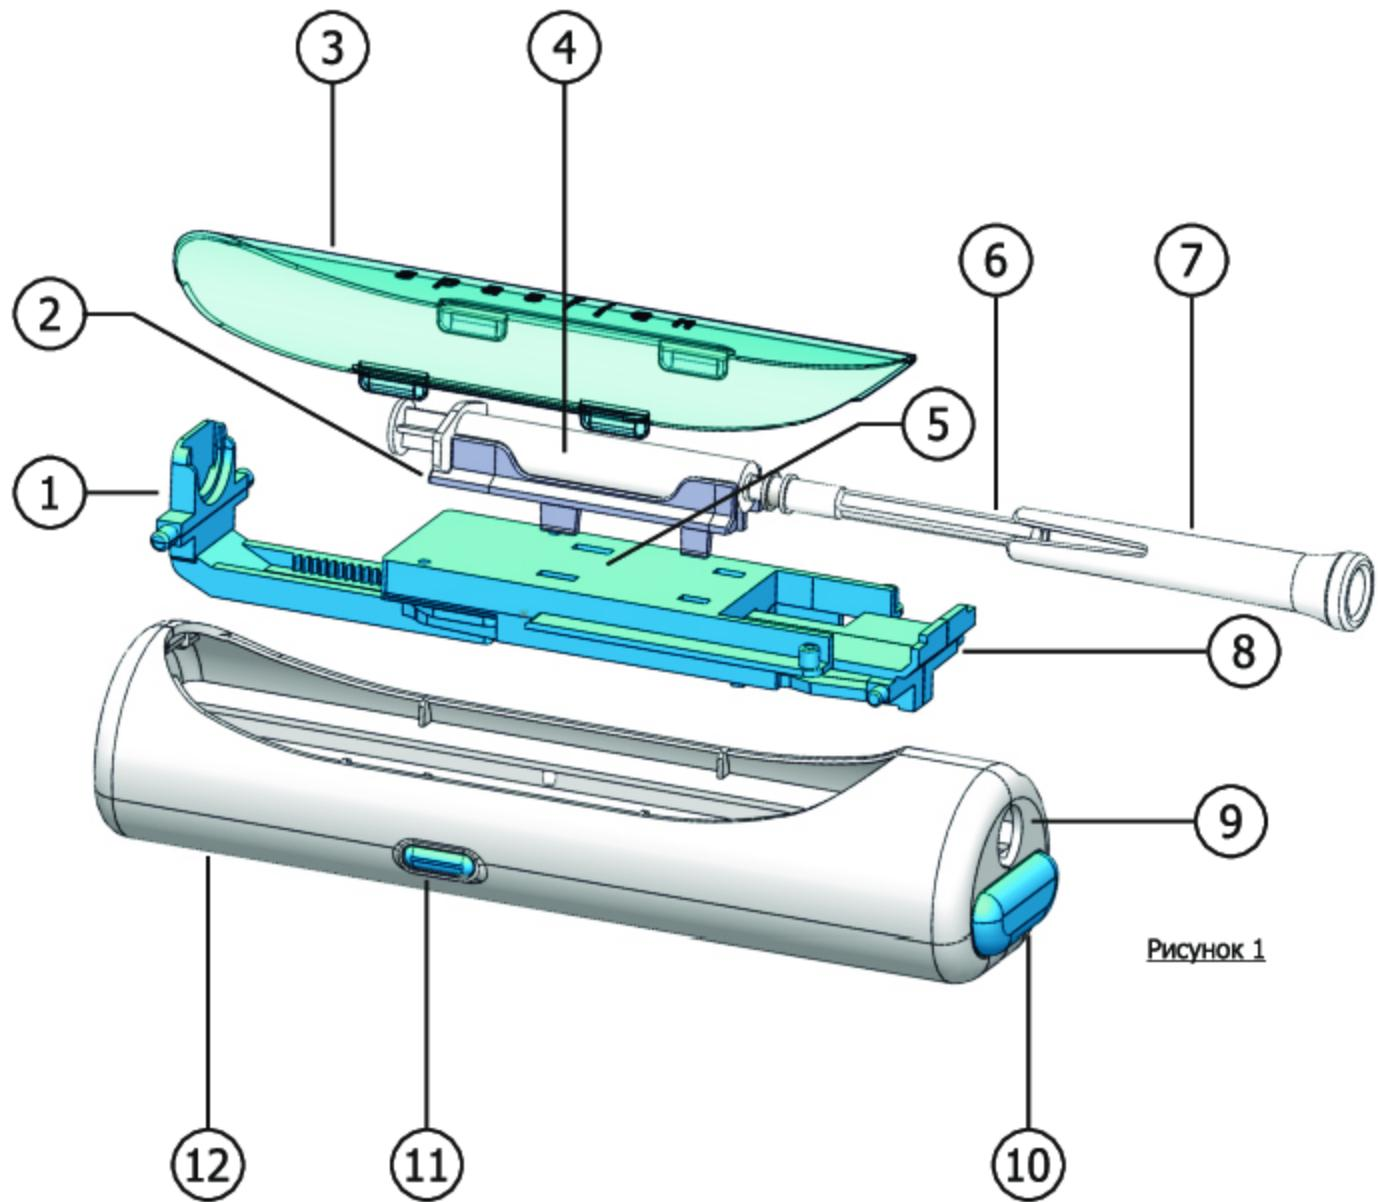

Рисунок 1
**Описание.** Изделие представляет собой компактный корпус из полимерного материала эргономичной формы с крышкой (см. рис.1) Внутри корпуса располагаются пружинные механизмы, с помощью которых осуществляется автоматическое проведение инъекций. На боковой поверхности корпуса находится спусковая кнопка, которая приводит в действие механизмы проведения инъекции. На корпусе изделия в торцевой части рядом с отверстием для выхода иглы находится предохранитель, который блокирует срабатывание устройства при случайном нажатии спусковой кнопки. Для установки шприцев в корпус инъектора имеются сменные картриджи для шприцев объемом 3 мл и 5 мл. Картридж со шприцем крепится на держателе картриджа, который находится внутри корпуса устройства. Для снятия колпачка с иглы шприца предусмотрен сниматель колпачка. Инъектор медицинский автоматический «Спасилен» поставляется в компактном пластиковом пенале или в коробке из мелованного картона, обеспечивающем безопасную транспортировку и хранение изделия.
- a)** для подкожной инъекции подъемник шприца нужно вводить не до упора, а до указательной линии подкожной инъекции, обозначенной внутри корпуса (см. Рис.1), доведение до линии сопровождается характерным (первым) щелчком;